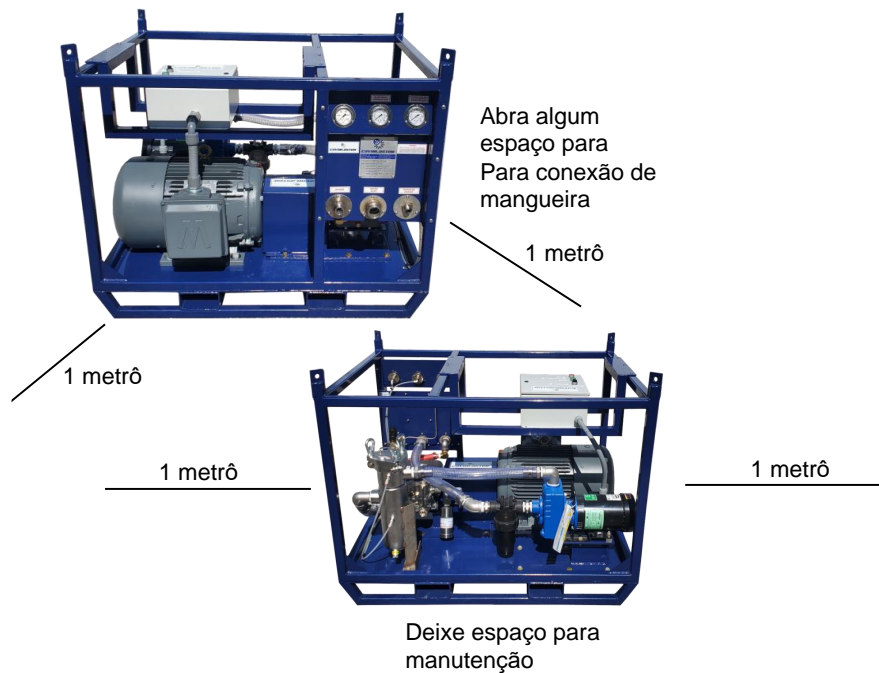

Figura 4.2 - Diretrizes de instalação
*** Instalações fechadas exigirão provisões para resfriamento adequado do motor fluxo de ar. Veja a Figura 4.2 abaixo.**